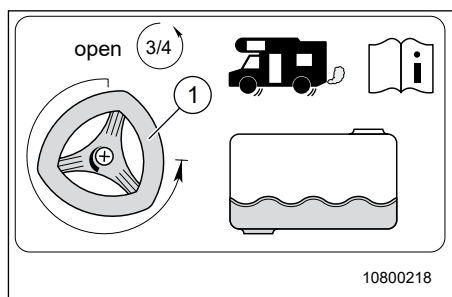

Fig. 60 Diminution du poids
- Fermer le robinet d'arrêt (Fig. 60, pos. 1) en le tournant 3/4 de tours dans le sens anti-horaire. L'eau excédentaire s'écoule par le conduit d'écoulement.